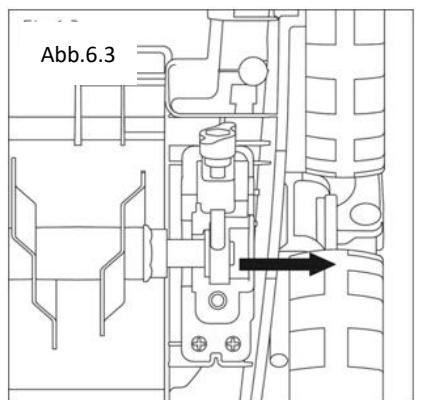

Abb.6.4
62. Utilizzo del rullo scarificatore (Fig.6.4)
- Tirare verso l'alto il sistema lame originale per sganciarlo dal corpo macchina (Fig. 6.4).